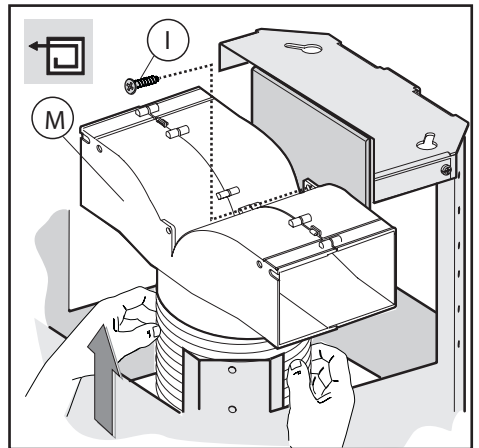

Fig.8
**-Versione filtrante:** Collegare il tubo flessibile al deflettore **M** e fissare la vite **I** come indicato in Fig.8.